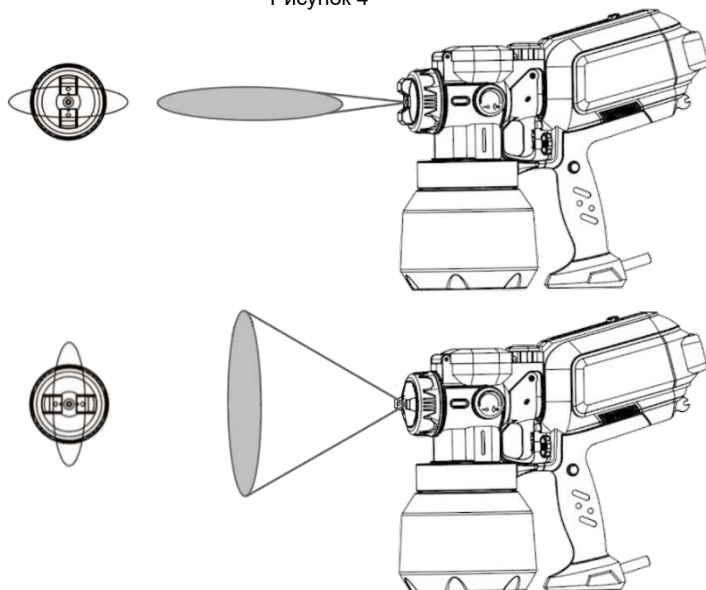

Рисунок 5
4.10 Регулятором орієнтації факела (2) оберіть необхідне положення (вертикальне або горизонтальне) (дивіться рисунок 5).